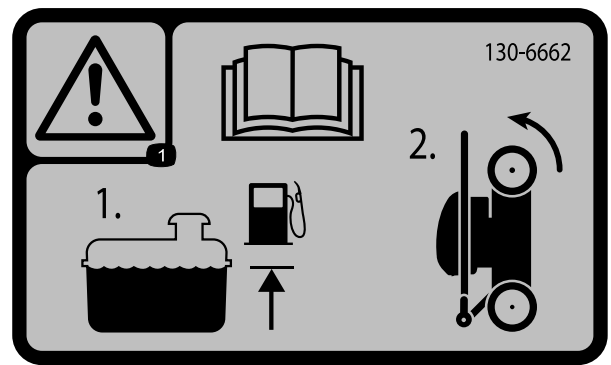

図 17
1. 機体を立てて格納する時には、タンク内のガソリンの量が、このオペレーターズマニュアルに記載されている高さ未満とすることエンジンに貼り付けてあるエンジンメーカーのステッカーを参照 図 17。